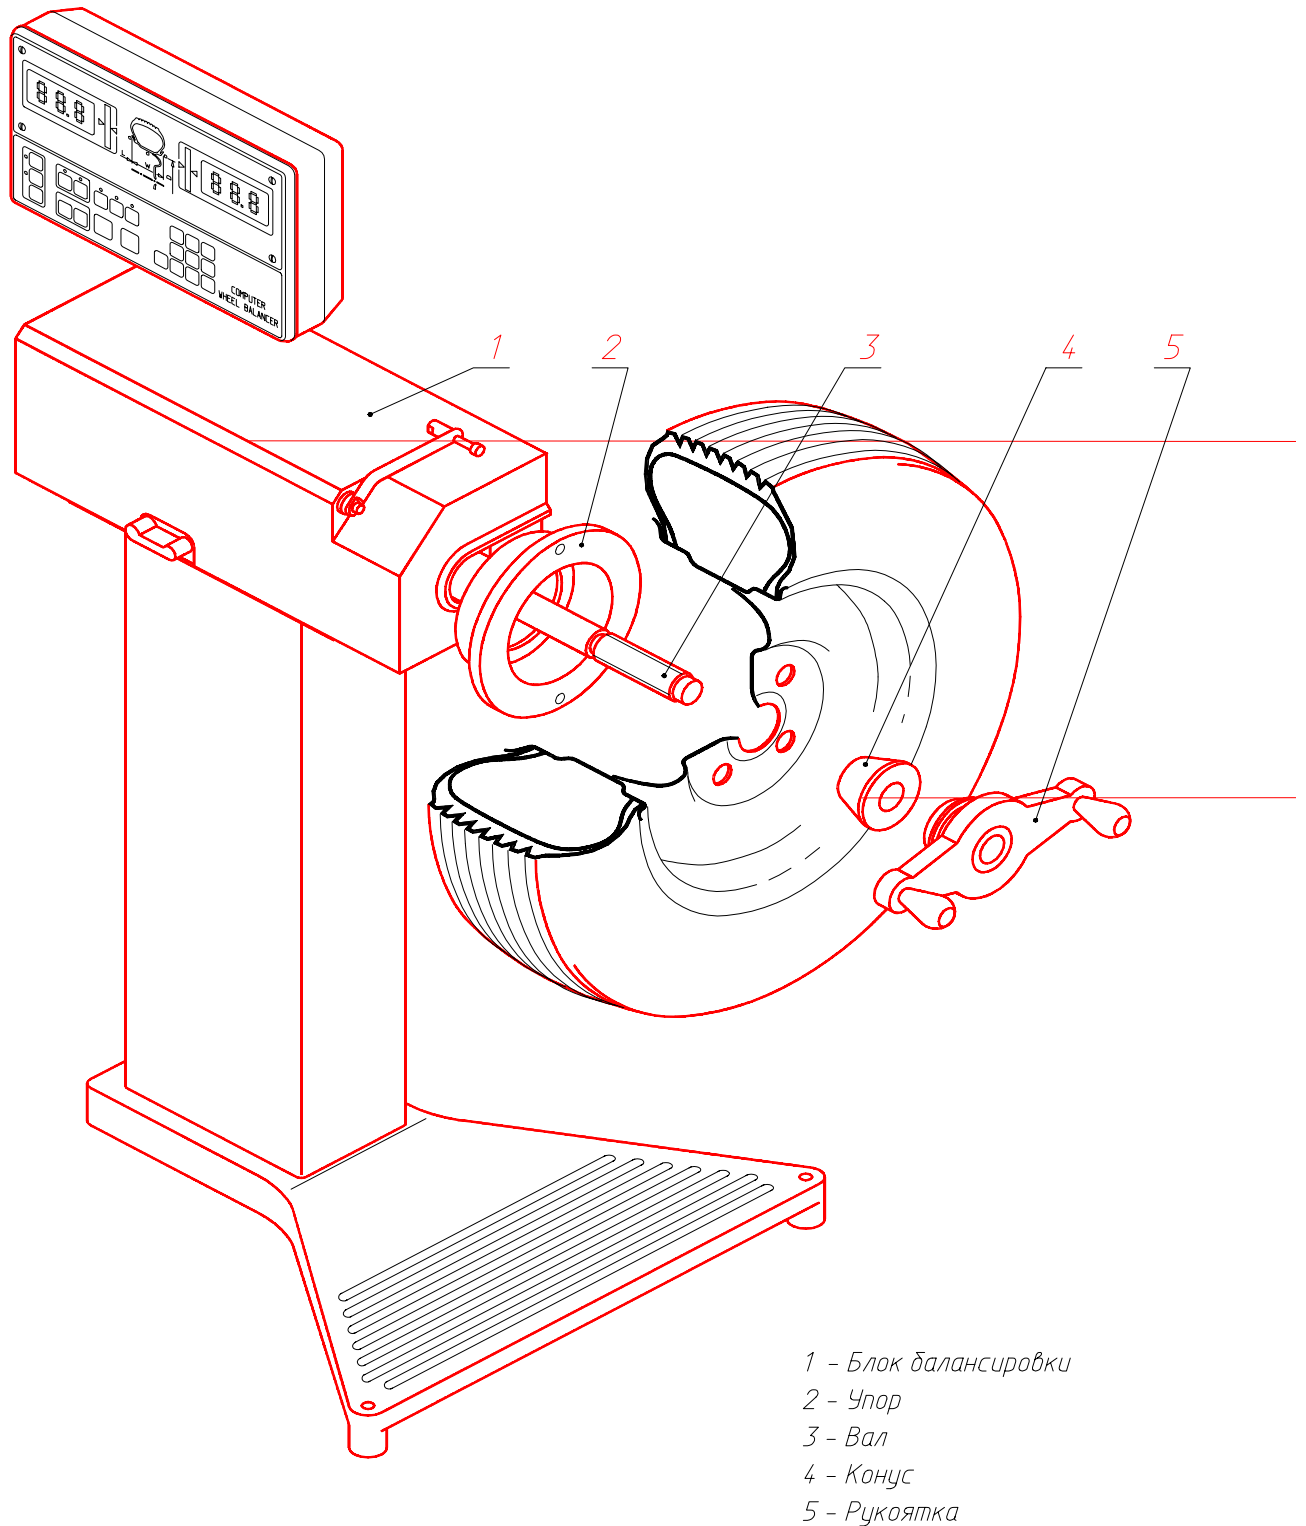

Рис. 6
5.1.2 Установка колеса с дисками из штампованной стали. Колеса с дисками из штампованной стали рекомендуется устанавливать на вал стенда по способу, показанному на рис. 6.